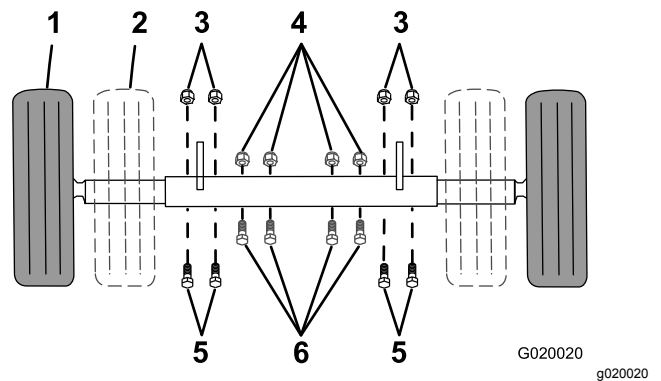

Figura 24
1. Enchufe el conector eléctrico de la máquina en el conector eléctrico del vehículo de remolque (Figura 24).
Si su modelo está equipado con un eje ajustable (Figura 24), puede ajustar el eje a la posición estrecha para pasar la máquina por un punto de acceso estrecho, como una cancela o la puerta de un edificio.
1. Punto de apoyo (2)
7. Retire los pernos y las tuercas que sujetan el eje interior al eje exterior (Figura 24).
- Deslice cada extremo del eje hacia dentro a la posición estrecha (Figura 24).
- Deslice cada extremo del eje hacia fuera a la posición extendida (remolcado) (Figura 24).
9. Sujete el eje con los pernos y las tuercas que retiró anteriormente (Figura 24) y apriételos a 87 N·m (64 pies-libra).